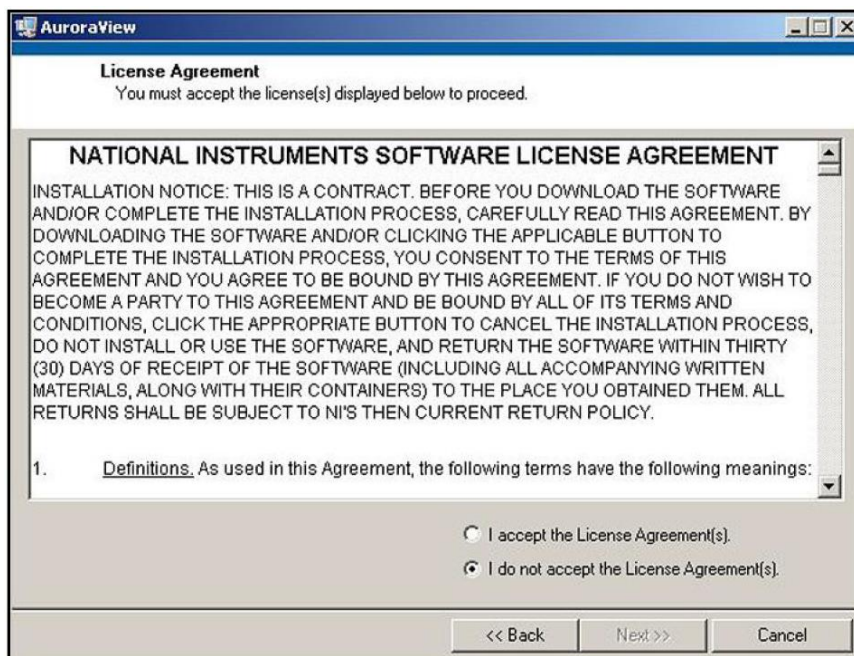

図 24 : ソフトウェア使用許諾契約
6. 次の画面でソフトウェア使用許諾契約（下の図 24 を参照）に同意し、Next をクリックします。